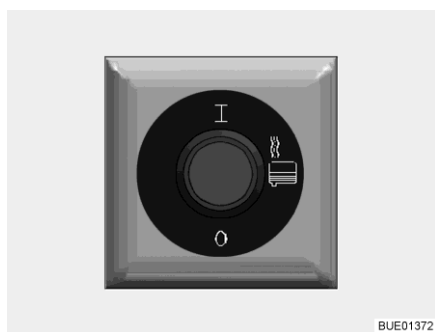

Fig. 283 Interruptor para calefacción de aguas residuales
- Pulsar la parte superior del interruptor (Fig. 283). La calefacción de aguas residuales está conectada y evita que los componentes calentados se congelen.